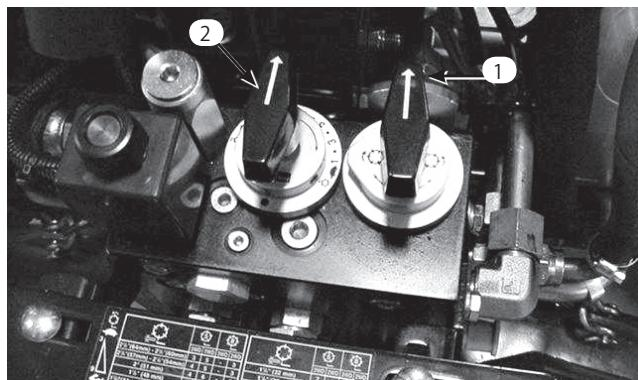

図63
- コントローラのバックラップ・ノブ（図63）を右に回してバックラップ位置に合わせる。リール速度ノブは「1」に合わせる。